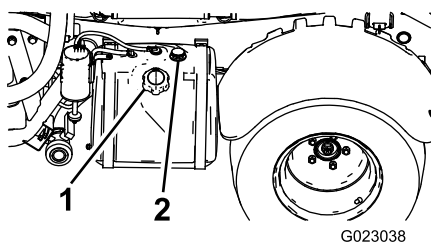

Рисунок 11
2. Очистите поверхность вокруг крышки топливного бака (Рисунок 11).